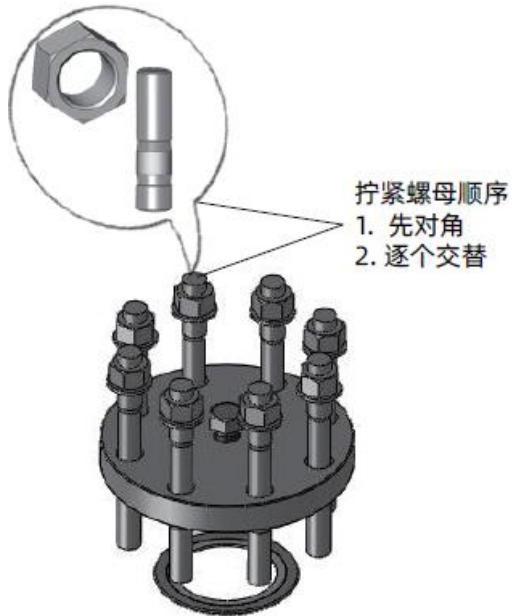

图 7-3
6.3.4 安装法兰盖与外筒连接的螺栓和螺母，并交替拧紧螺母，如图 7-3。